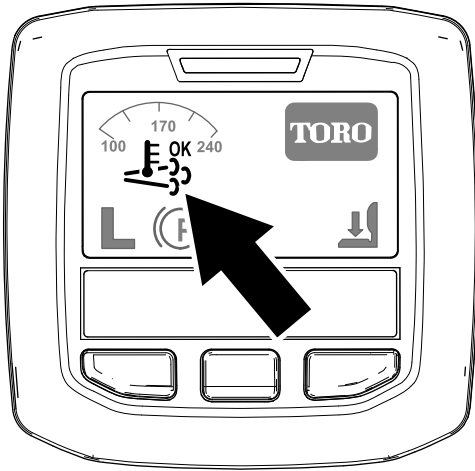

Bild 45
- Das Symbol für die unterstützte bzw. Zurücksetzen-Regenerierung im InfoCenter angezeigt (Bild 45).